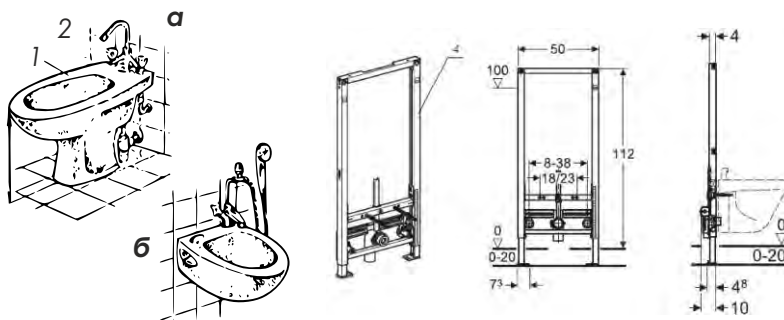

Рис. 37 - Гігієнічні душі (біде):
**Гігієнічні душі (біде)** (рис. 37) встановлюються в кімнатах гігієни жінки на підприємствах, в пологових будинках, в санітарних вузлах житлових будинків (із одного набору з унітазом). Представляє собою ванночку з фонтанчиком для омивання інтимних частин тіла.